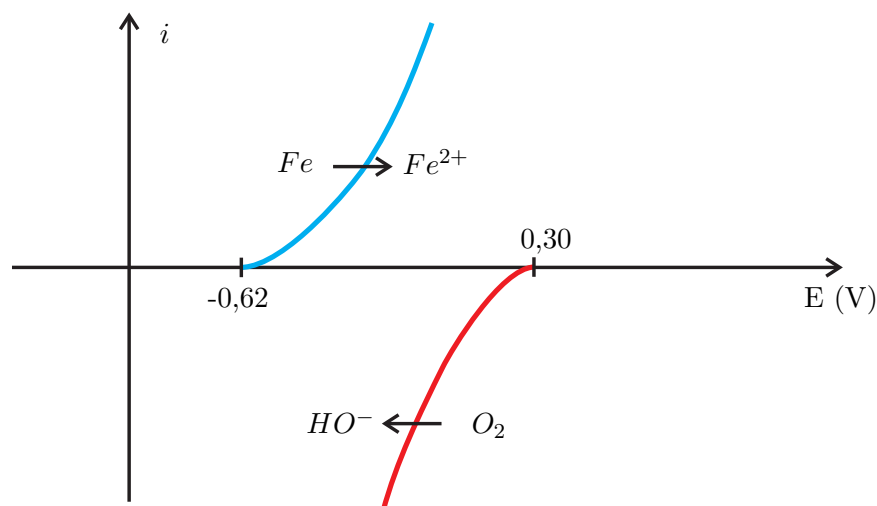

Figure 14 – Courbe intensité potentiel
34. En s'aidant de la figure 14, indiquer graphiquement sur le document réponse 2 associé le point de fonctionnement de cette micropile. On notera i_{cor} le courant de court-circuit correspondant au courant de corrosion, et E_{cor} le potentiel de corrosion. Evaluer le potentiel de corrosion E_{cor} .